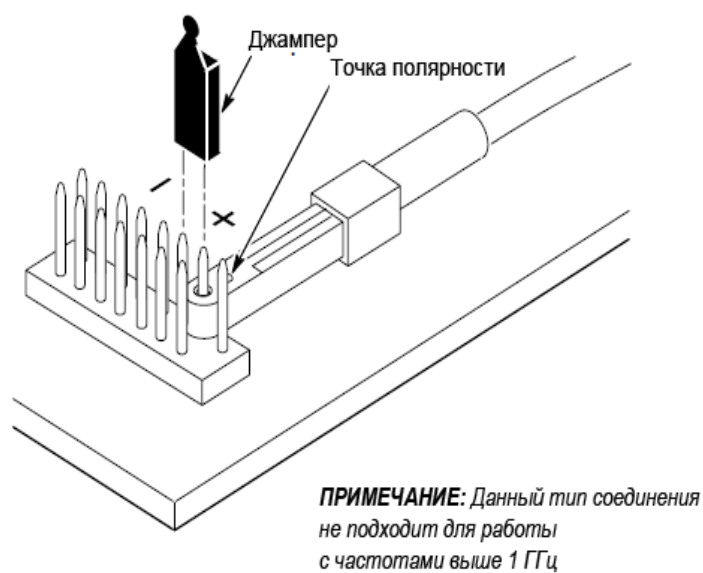

Рисунок 4: Использование штыревого контакта с квадратным сечением и перемычки (джампера)
- б. Для удобства измерения сигналов ниже 1 ГГц можно использовать штыревой контакт с квадратным сечением и перемычку (джампер) (см. рис. 4).